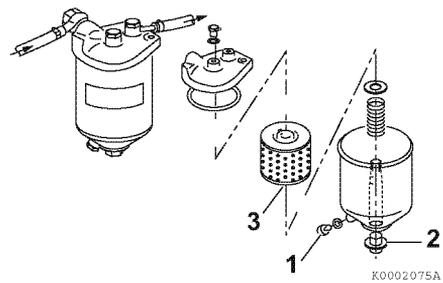

Figura 4
2. Afloje el tapón de vaciado (1, **Figura 4**) en la parte inferior del filtro de combustible o el separador de agua y vacíe agua y suciedad.
3. Retire el perno central (2, **Figura 4**) a fin de desmontar el filtro de combustible/separador de agua. Limpie el elemento interno (3, **Figura 4**) con combustible limpio.